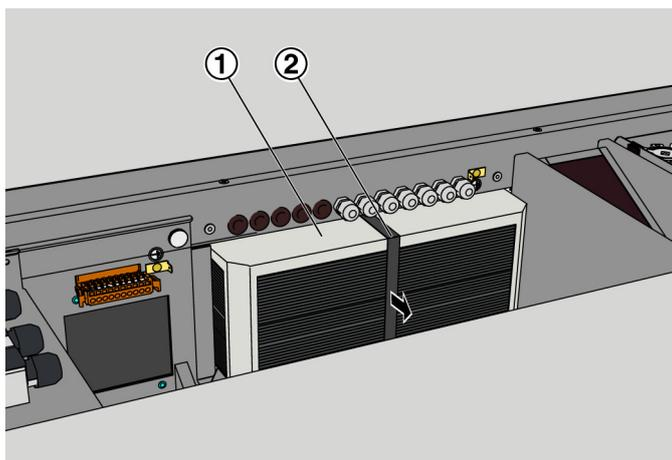

Abb. 30
8. ▶ Wärmerückgewinner (Abb. 30/1) an der Lasche (Abb. 30/2) in Pfeilrichtung herausziehen und nach oben entnehmen.
Wärmerückgewinner (Abb. 30/1) mit warmem Wasser (max. 40 °C) ausspülen (z. B. mit einem handelsüblichen Duschkopf).